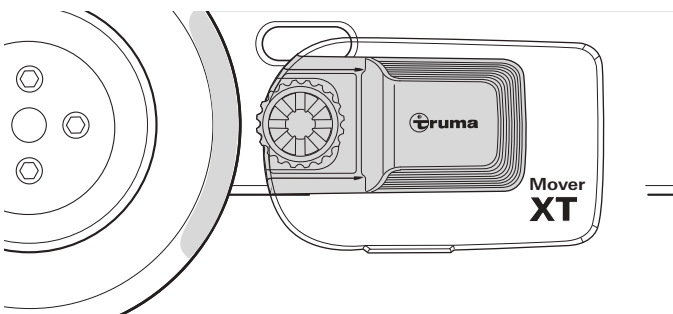

Fig. 33
- I den frakoblede position har drivrullerne på begge sider en afstand på ca. 20 mm til dækket (Fig. 33). Kontrol af den rigtige afstand mellem dæk og drivrulle, se kapitel 6.1
- Statusindikatoren viser ikke længere et tal (Fig. 33).